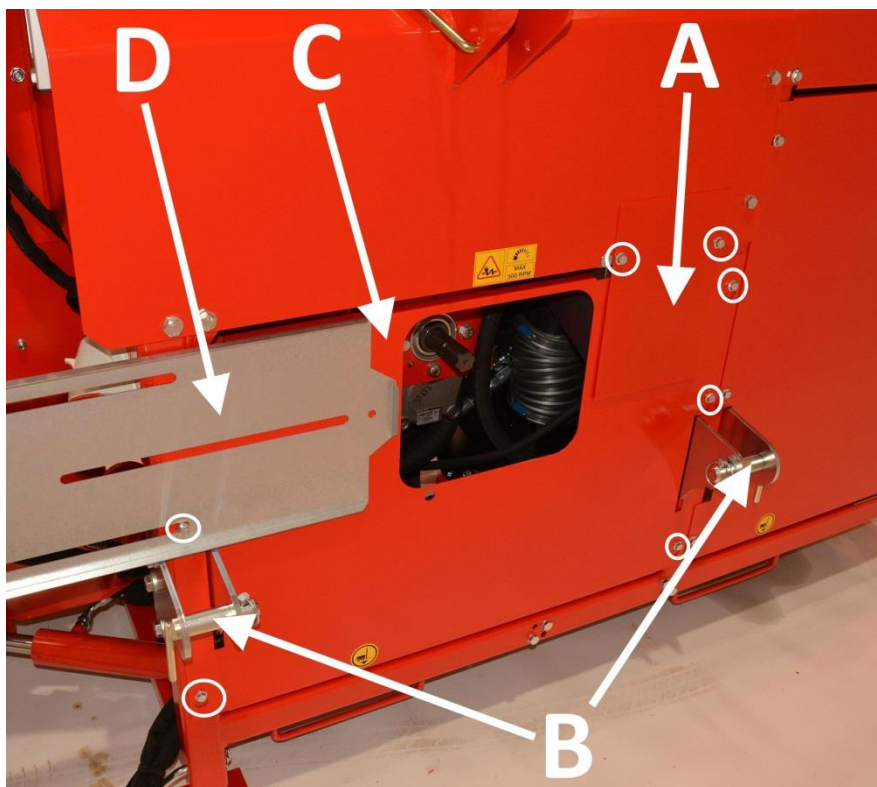

Bild 28.
1. Avlägsna tapparna B på bild 28 från lyftarmarna (2 st.).
2. Lösgör/lossa på bultarna som ringats in på bild 28 och avlägsna skydden A, C och D.
6. Sätt skyddsplåtarna på bild 28 (A, C och D) och lyftarmarnas tappar (B) på plats.